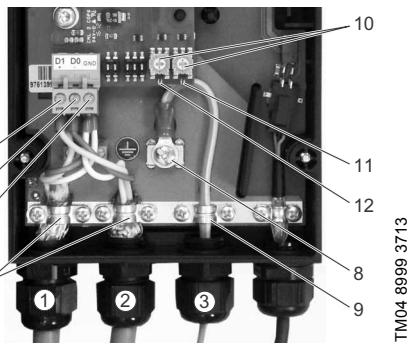

Fig. 4 Kabeltilslutninger
Afhængigt af den lokale netværksinstallation kan der sluttet et eller to kabler til Modbus-tilslutningerne (fig. 4, pos. 1 og 2).
Se fig. 4.
Bemerk Modbus-adressen indstilles via DDA-pumpemenuen. Derfor er drejafbryderne (fig. 4, pos. 10) deaktivert fra fabrikken.
Lysdioden (fig. 4, pos. 11) angiver GENibus-tilslutningens status.
Lysdioden (fig. 4, pos. 12) angiver Modbus-tilslutningens status.